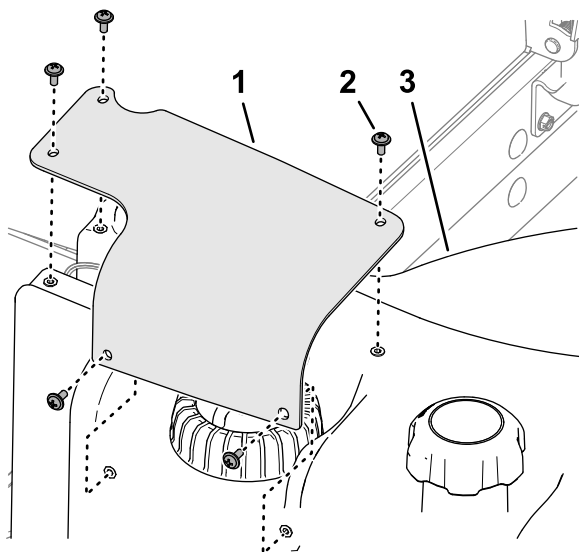

Figura 93
7. Alinhe os furos da tampa da alimentação de combustível com os furos do depósito de combustível, e fixe a tampa ao depósito com os cinco parafusos de cabeça Phillips (Figura 93).